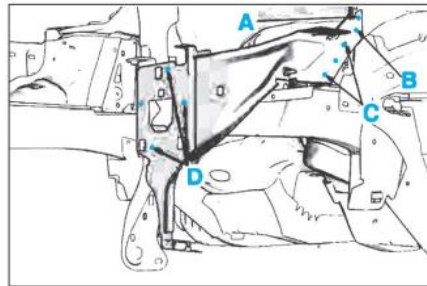

FIG. 2
- Poser et souder la pièce neuve aux endroits indiqués A,B,C et D(Fig.2)